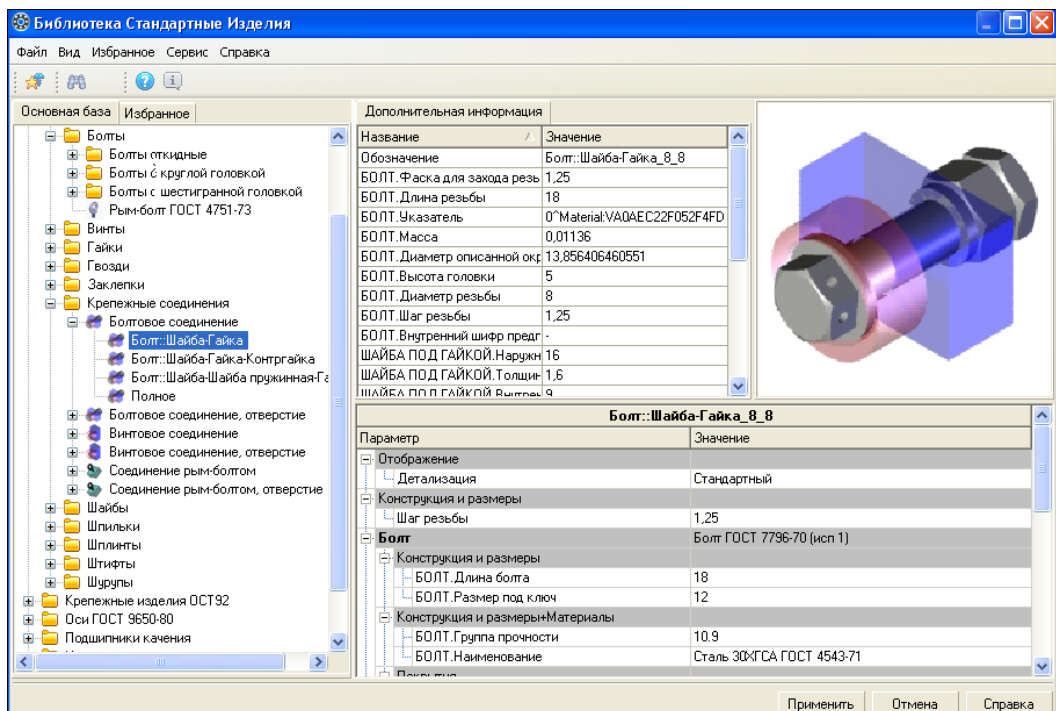

Рис. 26.63. Диалоговое окно **Библиотека Стандартные Изделия** с раскрытыми свойствами пакета **Болт-Шайба-Гайка**
- нажмите кнопку **Создать объект**. Система закроет окно модели и выведет окно **Библиотека Стандартные Изделия** с параметрами вставляемого пакета (рис. 26.63). В данном случае вставляется пакет, состоящий из болта М8, шайбы и гайки того же типоразмера;